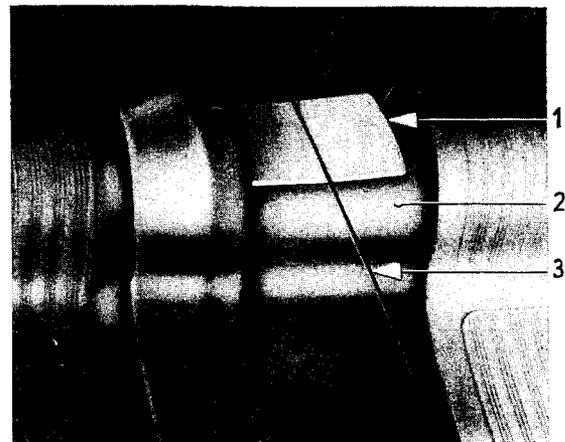

Bild 183 - Weiche Unterlage für Zugstange auf Getriebetunnel
2. Auf dem Getriebetunnel muß eine ausreichend große, weiche Unterlage aufgeklebt sein, damit die Zugstange kein Geräusch verursacht (Bild 183).
4. Zugstange muß auf weicher Unterlage liegen (Bild 183).